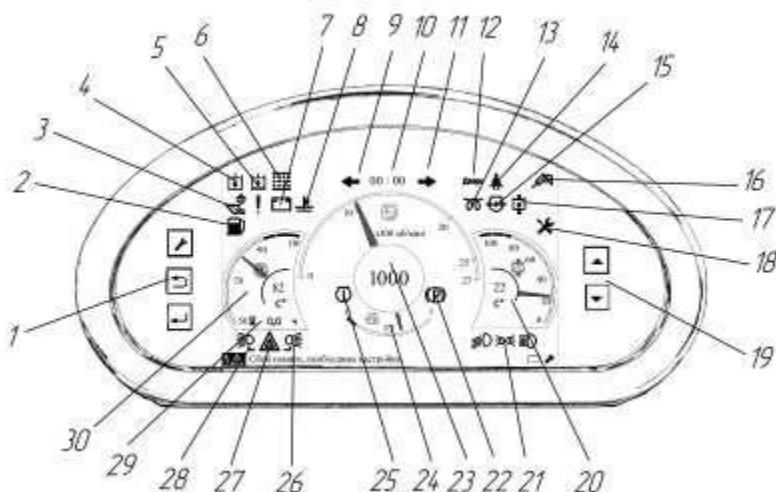

Рисунок 5.4 – Комбинация приборов
Сенсорные кнопки 1 и 19 (здесь и далее – рис.5.4) служат для управления меню комбинации приборов.
- после пуска особое внимание уделите индикаторам заряда аккумуляторной батареи 7 и низкого давления масла в системе смазки двигателя 15 (см. рис. 5.4), индикаторы должны погаснуть.
1. По истечении 3 секунд с момента поворота ключа зажигания в первое положение происходит включение свечей накала на время предпускового подогрева равное 20 секунд (предпусковой подогрев двигателя). Индикатор 13 (см. рис. 5.4) на комбинации приборов горит в течение этого времени постоянно.